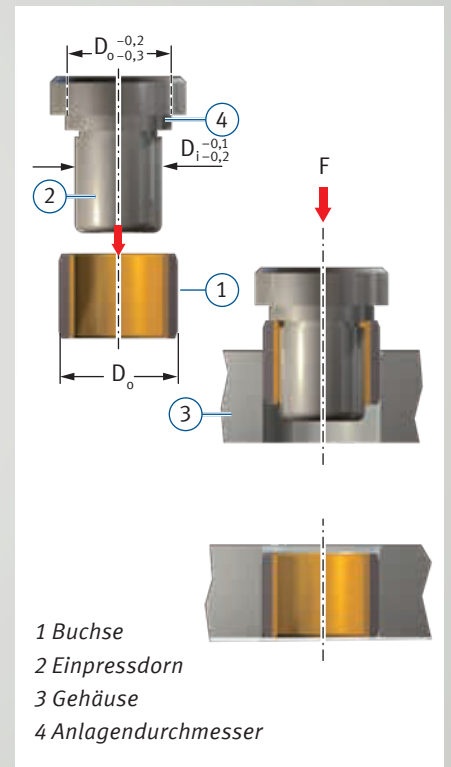

Abb. 52: Versenkt einpressen $D_o \geq 55$ mm
- versenktes Einpressen mit Dorn ohne Hilfsring gemäß Abb. 52.